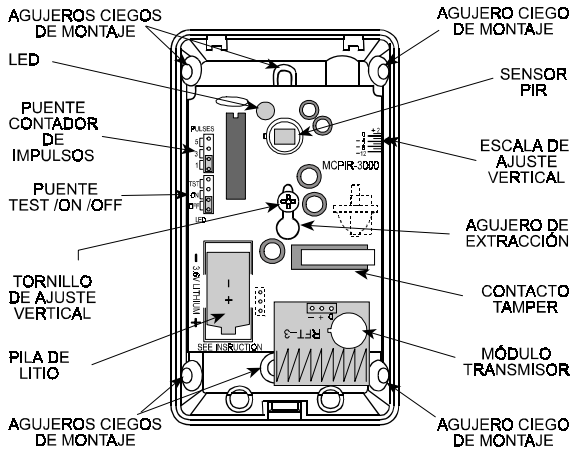

Figura 3. Diagrama de componentes
**A.** Coloque la pila dentro de los clips de la pila - tenga en cuenta la polaridad. (Vea Figura 3).
**Nota:** Para instalación en superficie, use los dos agujeros de montaje del centro de la base. Para instalación en esquina, use los que se encuentran en los lados de la base (vea Figura 3).